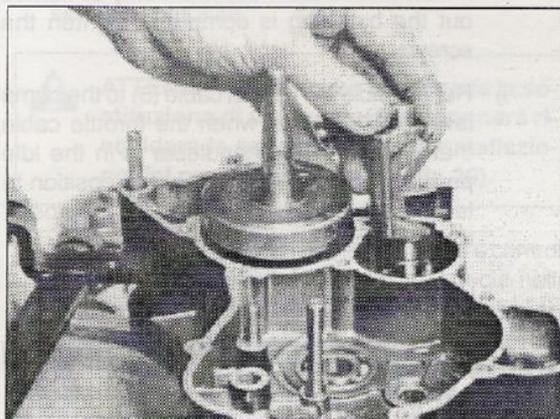
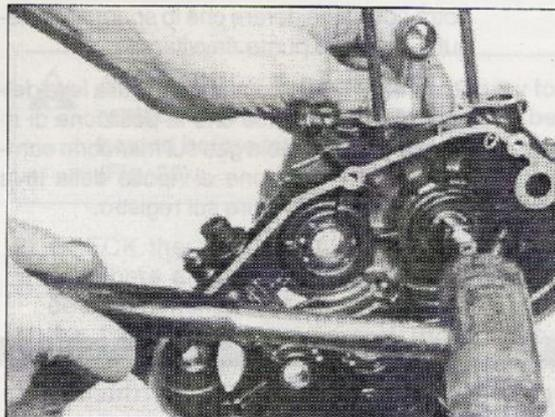

Fig. 27
Fig. 28
26) TOGLIERE il contralbero equilibratore (Fig. 27), sfilare quindi l'imbiellaggio dal semicarter lato frizione battendo con un martello di plastica o gomma (Fig. 28) facendo attenzione a non rovinare il tratto filettato.
26) REMOVE the countershaft (Fig. 27), then take off the crankshaft of the crankcase, tapping with a plastic or rubber hammer (Fig. 28) and being careful not to spoil the threaded part.